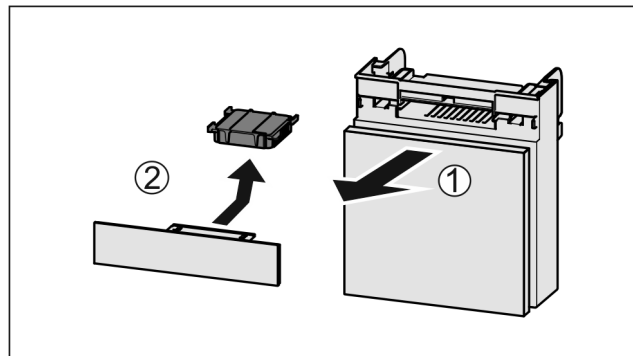

Fig. 272
- Pretinac izvucite Fig. 272 (1) prema naprijed.
- Izvadite filtir s aktivnim ugljenom Fig. 272 (2).